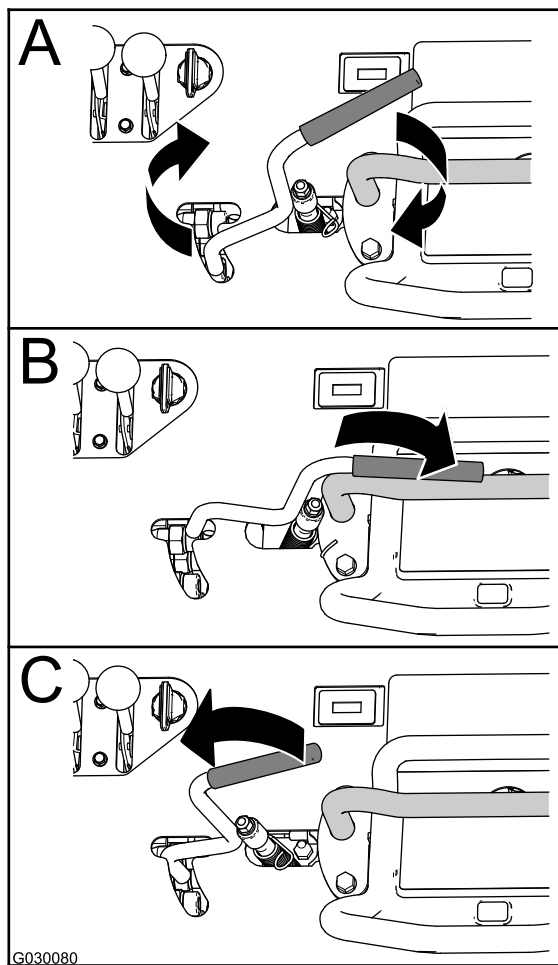

Figure 1
4. Faites tourner la trancheuse dans le sens horaire (A de Figure 1).
5. Déplacez le levier de commande de la trancheuse 4 ou 5 fois sur toute sa course en avant (B de Figure 1) et en arrière (C de Figure 1).